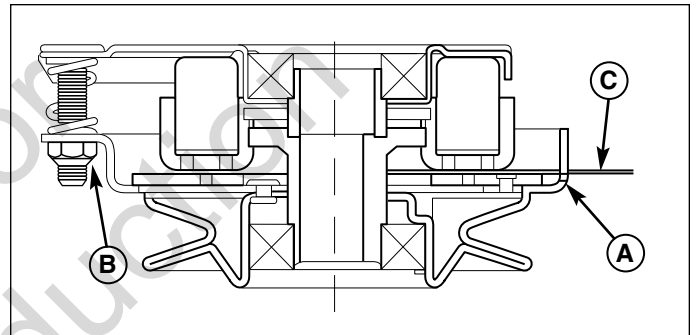

Figure 30. Réglage de l'embrayage de la PDF
3. Insérer une jauge d'épaisseur de 2,5 - 4,0 mm (C) dans chaque orifice en plaçant la jauge entre la face du rotor et la face de l'induit (Figure 30).
4. Serrer alternativement les écrous de réglage (B) jusqu'à ce que la face du rotor et la face de l'induit entrent juste en contact avec la jauge.